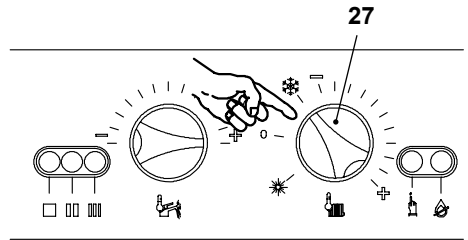

Figura 9.23
- Quindi riposizionarlo in richiesta Riscaldamento/sanitario Figura 9.23